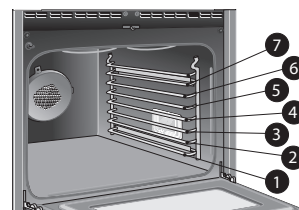
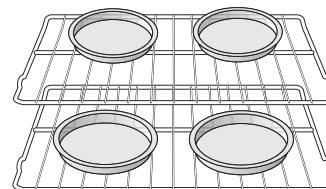

Figure 17: Positions des grilles
Figure 18: Espacement avec plusieurs moules
- Pour des résultats optimaux, lorsque vous utilisez 2 grilles à glissière pour la cuisson de gâteaux, placez l'ustensile en positions 2 et 6, (Figure 17) et veillez à laisser 5 à 10 cm (2 à 4 po.) d'espace entre les aliments pour assurer une bonne circulation d'air. (Figure 18)
- Pour la cuisson à convection sur plusieurs grilles, placez les aliments sur les grilles, comme illustré sur la (Figure 18)